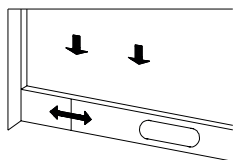

Rys. 1
1.1 Instalacja zestawu do odprowadzania ciepłego powietrza (Rys. 1).
- Włóż jeden koniec rury do odprowadzania ciepłego powietrza do wylotu ciepłego powietrza z klimatyzatora, który znajduje się w jego tylnej części. Na drugim końcu rury zamocuj plastikową końcówkę – przejście z kanału okrągłego na płaski (Rys. 1).